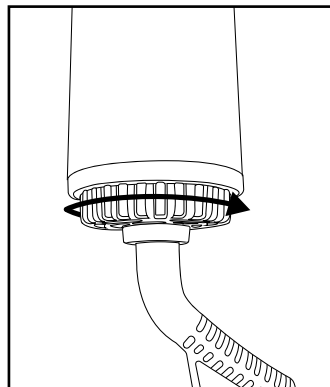
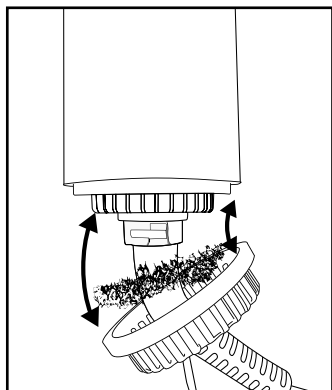

Fig. 3
Fig. 4
- Remova os cabelos dos acessórios ❸-❶, usando os dedos. Para a limpeza, coloque os acessórios ❸-❶ em água morna. Poderá utilizar produtos de limpeza suaves, mas em seguida enxague bem com água. Deixe o acessório ❸-❶ secar totalmente, antes de o voltar a colocar no aparelho.
- Verifique se a grelha de entrada de ar ❹ está isenta de cabelos e algodão. Limpe-a com a ajuda de uma escova seca.
- Limpe regularmente o filtro atrás da grelha de entrada de ar ❹, o mais tardar assim que notar sujidade visível. Para tal, retire a grelha de entrada de ar ❹ (ver fig. 3 e 4), rodando-a até ao limite e puxando para baixo (se necessário, fazendo movimentos ligeiros de vai e vem). Remova cuidadosamente fios e sujidade do filtro usando os dedos ou, se necessário, uma escova macia. Reinsira o filtro no cesto da grelha de entrada de ar ❹, para poder depois voltar a encaixar a grelha de entrada de ar ❹ no dispositivo. Coloque a grelha de entrada de ar ❹ na respetiva entrada no aparelho, e aperte-a firmemente. Preste atenção às duas pequenas ranhuras na base do cabo de alimentação ❺ (ver fig. 4), para dentro das quais os encaixes correspondentes no interior da abertura na grelha de entrada de ar ❹ devem ser introduzidos.